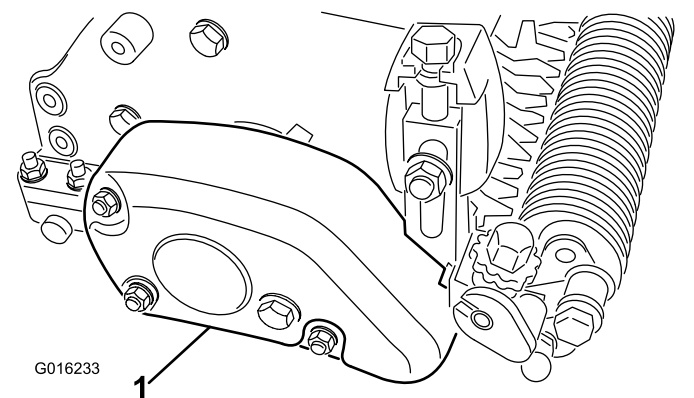

图 19
3. 用 3 个锁紧螺母将新皮带罩安装至疏草刀壳体组件图 19。